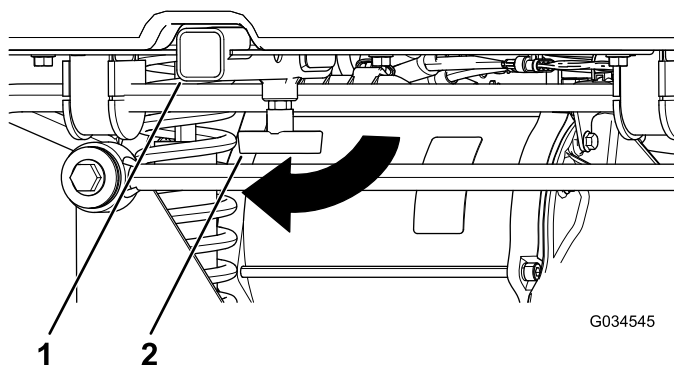

Figura 15
1. Allentate la maniglia a T ruotandola in senso orario (Figura 15).
2. Inserite l'accessorio nel ricevitore in modo che i fori siano allineati (Figura 15).